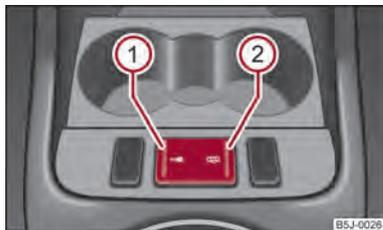

Abb. 13 Mittelkonsole: Zentralverriegelungstaste
- Drücken Sie die Taste **①** ⇒ Abb. 13. Das Symbol  in der Taste leuchtet auf.
- Drücken Sie die Taste **②** ⇒ Abb. 13. In der Taste erlischt das Symbol .